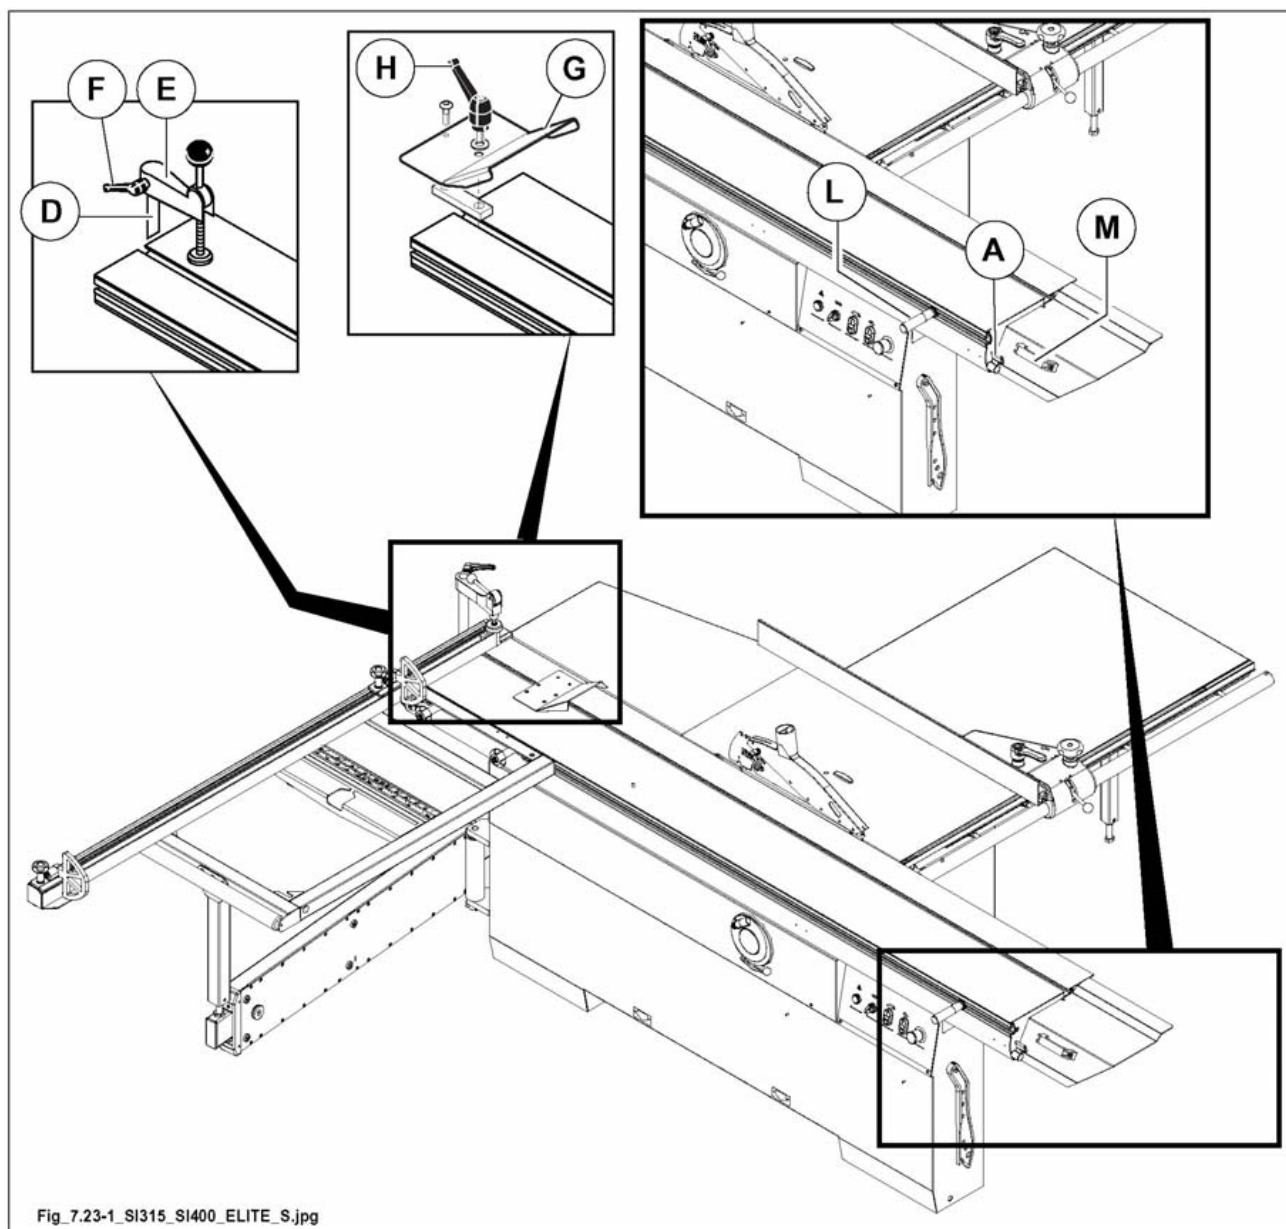

Abb. 7.23-1
Hebel (A Abb. 7.23-1) dient zum Blockieren / Lösen des Schiebetisches:
- der Hebel (A Abb. 7.23-1) dient zum Blockieren des Waggons in der Ruheposition (Waggon geschlossen) und in der Ladeposition des zu bearbeitenden Teils (Waggon am rechte Endanschlag).
- Stelleiste des Bolzens (D Abb. 7.23-1) in die Nute des Schiebetisches einsetzen, Arm (E Abb. 7.23-1) an den Bolzen einbauen, Kugelgriff (F Abb. 7.23-1) festziehen.
- Besäum-Klemmschuh (G Abb. 7.23-1) anbringen durch Einsetzen der Stelleiste in die Nute des Schiebetisches, Griff (H Abb. 7.23-1) festklemmen.
- Griff (L Abb. 7.23-1), der im Zubehörpaket mitgeliefert wird, an den Schiebetisch in der gewünschten Position anbringen, dann Griff einschrauben.
Die Übereinstimmung der Vorrichtung (G Abb. 7.23-1) ermöglicht Präzisions-Anschläge auch mit Stücken, die keine einheitliche Anschlagoberfläche haben, auszuführen.
- ***Griff (L Abb. 7.23-1) bei Teilen von kleiner und mittlerer Grösse.***
- ***Griff (M Abb.7.23-1) bei grossen Teilen verwenden.***
Schiebetisch durch die Griffe (L o M fig. 7.23-1) bewegen um das mögliche Quetschen der Hände mit den Festteilen der Maschine zu vermeiden.